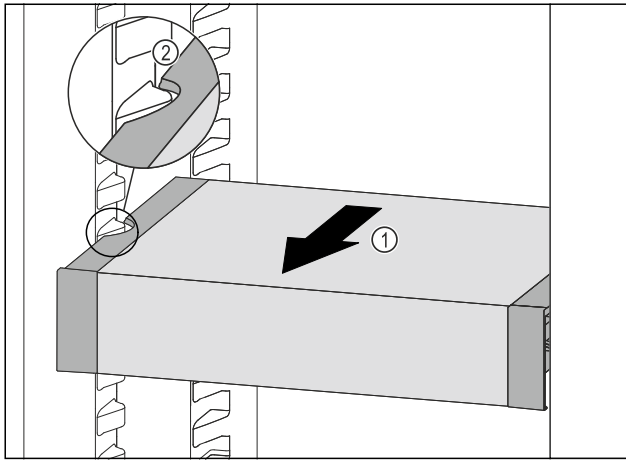

Fig. 45
- VarioSafe ťahajte dopredu Fig. 45 (1), dokým sa bočné vybrania VarioSafe nebudú nachádzať vo výške rebra nádoby v chladničke. Fig. 45 (2)